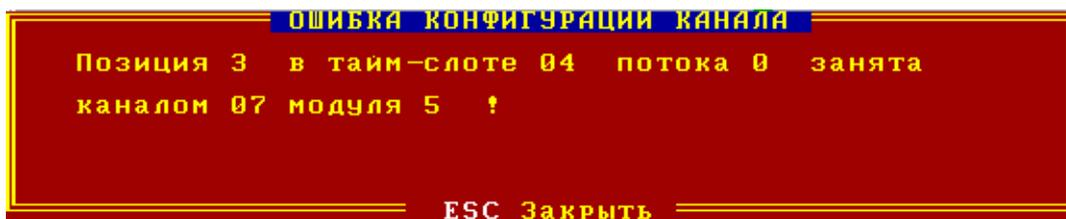

Рис.3.10.2.
- Функциональная клавиша «**F2**» предназначена для записи введенных в данном диалоговом окне значений в конфигурацию программы. При этом программа производит проверку на корректность введенных значений. В случае корректности введенных данных окно конфигурации закрывается и активизируется окно состояния и конфигурации модуля СПО. В противном случае – открывается окно с сообщением об ошибке (рис. 3.10.2):